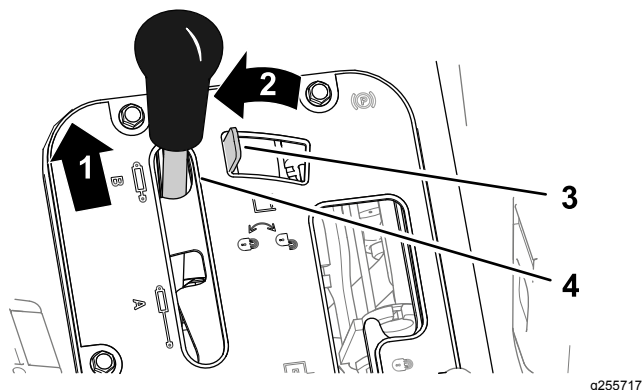
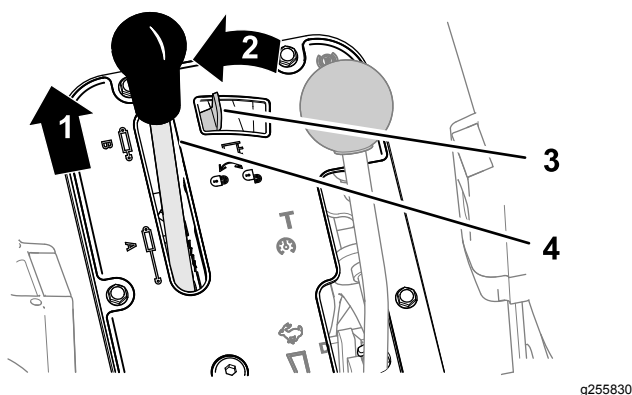

Рисунок 83
Рисунок 84
1. Нажмите вперед на рычаг механизма гидравлического подъема (Рисунок 83 или Рисунок 84).
2. Переведите рычаг блокировки гидравлического подъема влево, чтобы включить блокировку (Рисунок 83 или Рисунок 84).